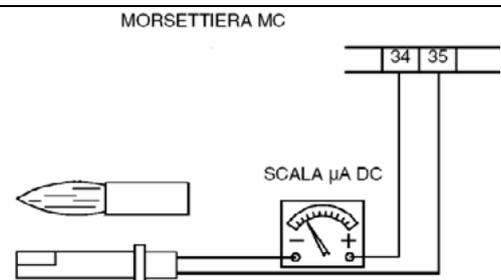

Fig. 12
- Examen y limpieza cuidadosa de la fotoresistencia de control de llama, si fuera necesario sustituirla. En caso de duda verificar la señal de encendido de la célula, después de haber puesto en funcionamiento el quemador, siguiendo el esquema en Fig. 12;
Para medir la señal de detección seguir el esquema de la Fig. 12. Si la señal no entra en el umbral de los valores indicados, verificar los contactos eléctricos, la limpieza de la cabeza de combustión, la posición de la fotorresistencia y eventualmente sustituirla.